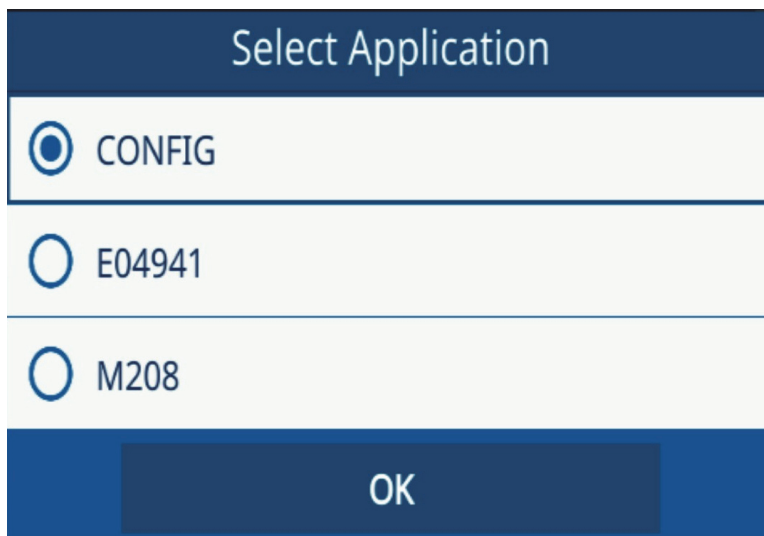

图 7-8 选择应用窗口
3. 从弹出窗口中选择要导入的应用，然后点击**OK**（确定）（参见第70页的图 7-8）。